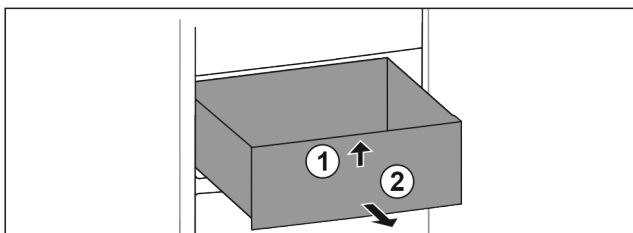

Fig. 24
- Soulever la partie avant du tiroir. Fig. 24 (1).
- Retirer le tiroir par l'avant. Fig. 24 (2)